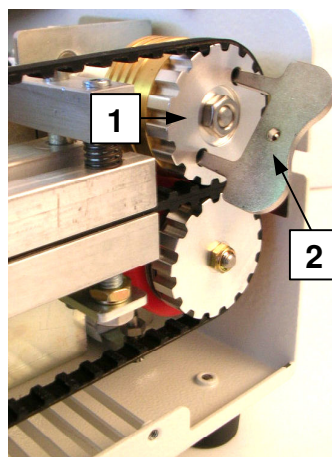

fig.4.2
- Inserire la leva reverse (n.2-fig.4.2), fornita in dotazione con la macchina, negli appositi fori della puleggia motrice superiore (n.1-fig.4.2): vedere fig.4.2.
- **In senso antiorario ruotare manualmente, lentamente e senza strappi la leva reverse (n.2-fig.4.2) fino a che la busta non è completamente disimpegnata dalla zona della ruota pressione.**